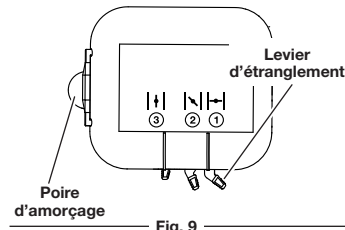

Fig. 9
- Lentement, appuyez 10 fois de suite sur la poire d'amorce. Une certaine quantité de carburant devrait être visible dans la poire d'amorce (Fig. 9). Si l'essence n'est pas visible dans la poire d'amorce, poussez et relâchez la poire jusqu'à ce que l'essence soit visible.
- Mettez le levier d'étranglement en **Position 1** (Fig. 9).
- Mettez le levier d'étranglement en **Position 2** (Fig. 9).
- Continuer à appuyer sur la gâchette. Déplacez le levier d'étranglement en **Position 3** (Fig. 9) et laissez le moteur se réchauffer encore pendant 60 secondes. L'appareil peut être utilisé pendant ce temps.